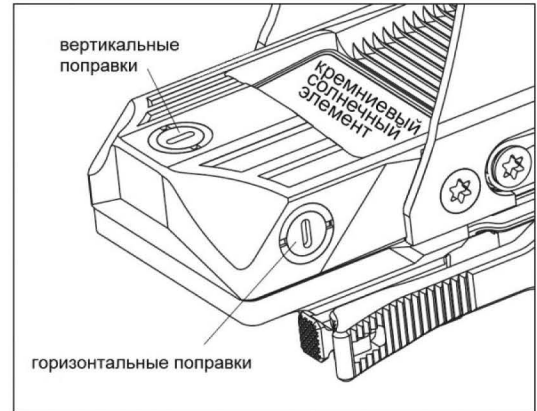

рис.7
2. Винт ввода вертикальных поправок расположен сверху в задней части прицела, винт ввода горизонтальных поправок расположен сбоку корпуса. Поправки можно сделать с помощью прилагаемого ключа, вставив его в имеющиеся в винтах отверстия [см. Рис. 7].